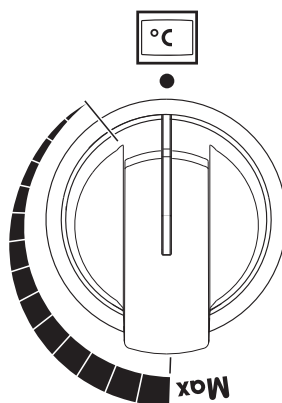

Fig. 4.5
- un termostato (fig. 4.5) per impostare la temperatura di grigliatura e mantenerla costante all'interno del forno. Ciò è ottenuto per mezzo di un bulbo, posto all'interno del forno, che deve essere sempre posizionato correttamente nel suo alloggiamento e deve essere sempre mantenuto pulito per effettuare il corretto rilevamento della temperatura.